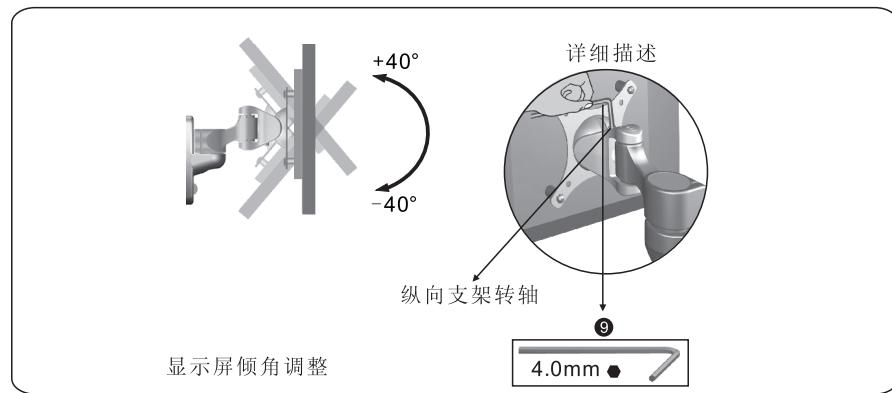

图: 4-2
- 根据显示屏的重量，如果显示屏自动倾斜，那么就要调整支架的转轴处来实现上下 40 度位置的调整。通过 4mm 的内六角扳手（9）增加阻尼来固定这个水平位置。用 4mm 的内六角扳手（9）来调整支架上的 M5*15mm 的螺丝（如图 4-2）。